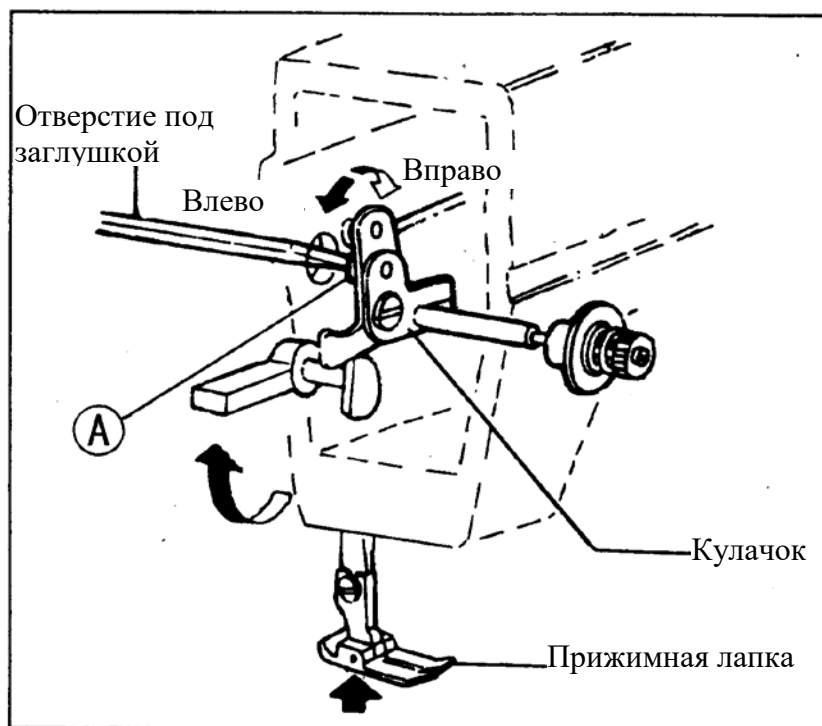

Рис. 29.
21. Настройка времени размыкания дисков регулятора натяжения верхней нити (рис. 29)